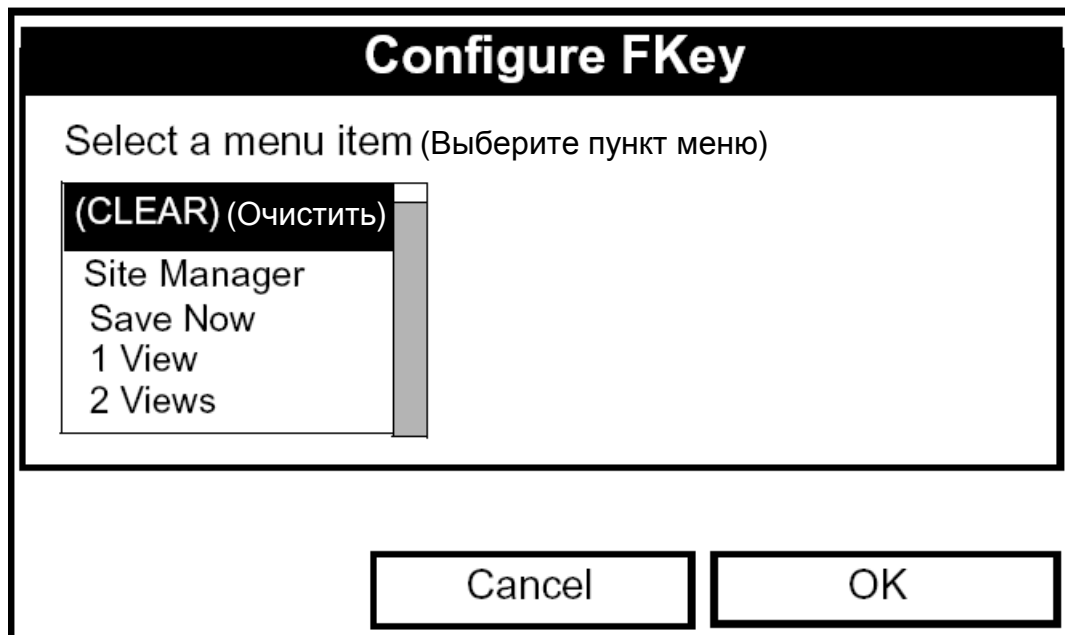

Рис. 6-9: Окно Configure FKey
3. Используйте клавиши со стрелками [▼] или [▲] для перехода к требуемому пункту (1, 2 или 3) меню FKeys. Нажмите клавишу [ENTER]. После этого откроется окно Configure FKey (конфигурация клавиш F), подобное приведенному на рис. 6-9 на следующей странице.